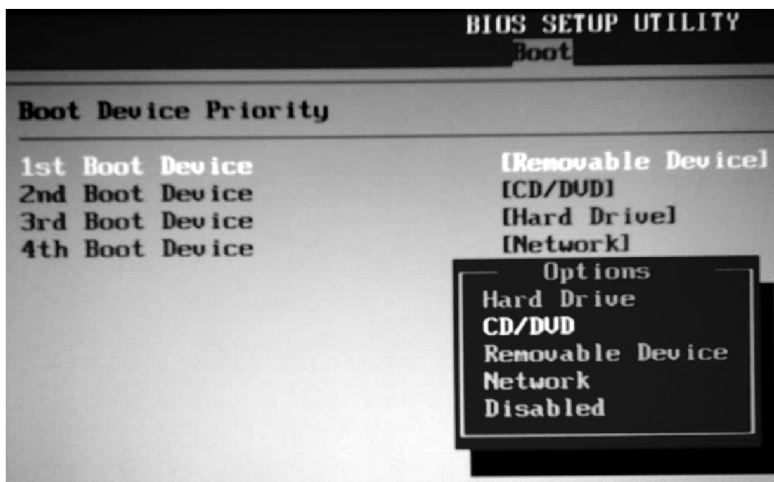

图 3-66 将首选启动项改为 CD/DVD
1) 从光盘安装 Windows 7 旗舰版与 Windows XP 基本相似。首先在开机的时候按 <F2> 键进入 BIOS 设置界面。利用方向键在“Boot”选项中选择第二项“Boot Device Priority”后按 <Enter> 键进入下一界面，在第一项“1st Boot Device”按 <Enter> 键出现蓝色的“Options”的框形（见图 3-66），选择框形内的第二项“CD/DVD”后，并按 <Enter> 键确认。再按键盘上的 <Esc> 键返回主界面，在主界面通过方向键转换到“Exit”界面，在该界面上选择“Save Changes and Exit”（保存并退出）。最后选择“YES”项，并按 <Enter> 键，笔记本电脑将重启。